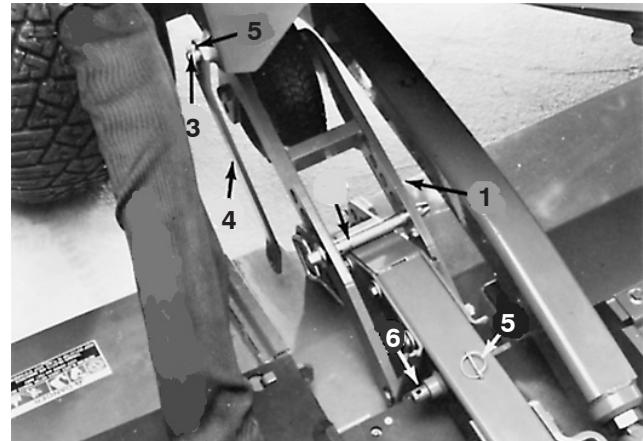

Bild 61
- Stecken Sie das Mähwerkklappverbindungsteil über das Schweißteil rechts an der Zugmaschine und befestigen Sie es mit dem Klemmstift. Positionieren Sie das Verbindungsteil, sodass es beim Anheben des Mähwerks keine Berührungsstellen aufweist. Der andere Klemmstift sollte bereitliegen, sodass Sie die andere Seite des Verbindungsteils am Mähwerkarmschweißteil befestigen können (Bild 61).